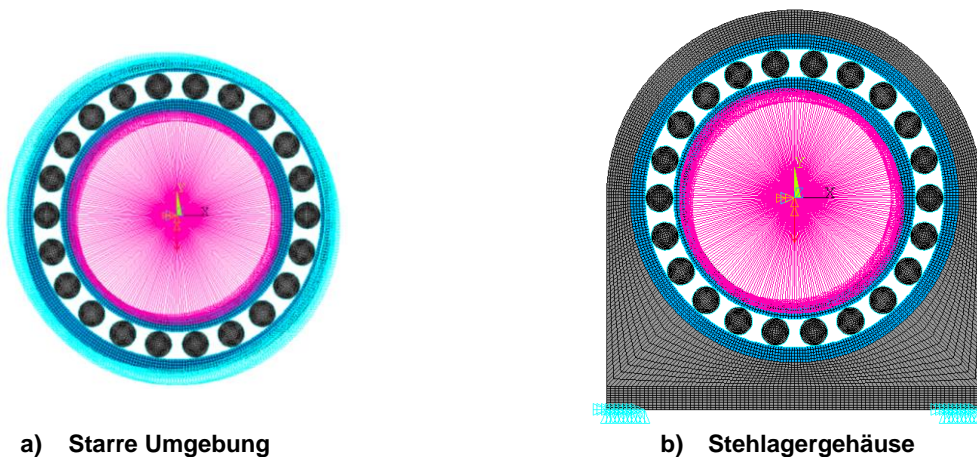

Abbildung 9-1 : Exemplarische FE-Modelle für die Erzeugung der Steifigkeitskennfelder des Außenrings
Der Einfluss der Verformung des Außenrings in Abhängigkeit der Belastung und der Anschlusskonstruktion wird mit einer Finiten Elemente (FE) Vorberechnung berücksichtigt. Für die folgenden Beispiele in Abbildung 9-1 wurde die FE Simulationssoftware ANSYS verwendet. Die berechnete Verformung des Außenrings wird über Textdateien der MKS zugänglich gemacht. Dabei werden definierte Belastungszustände eines Lagers vorberechnet. In der MKS werden die Ergebnisse aus verschiedenen Belastungsergebnissen dann entsprechend interpoliert und in der dynamischen Berechnung berücksichtigt.